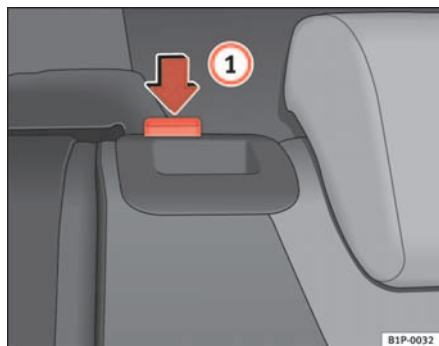

Fig. 93 Levantar el respaldo del asiento trasero
- Levante el respaldo hacia atrás y encastre bien el respaldo en el bloqueo. La marca roja no deberá verse ⇒ fig. 93